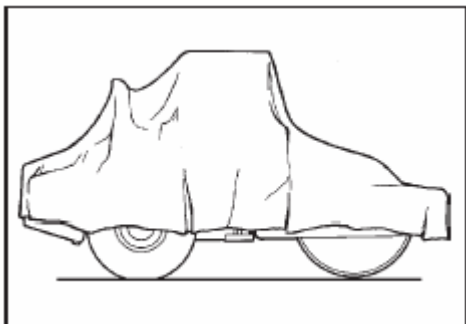

Рисунок 60. Защита катка от воздействия погодных условий
- * Установить кожух приборной панели. Накрыть всю машину брезентом, он не должен касаться земли (смотри рисунок 60). Каток желательно хранить в закрытом помещении при постоянной температуре.